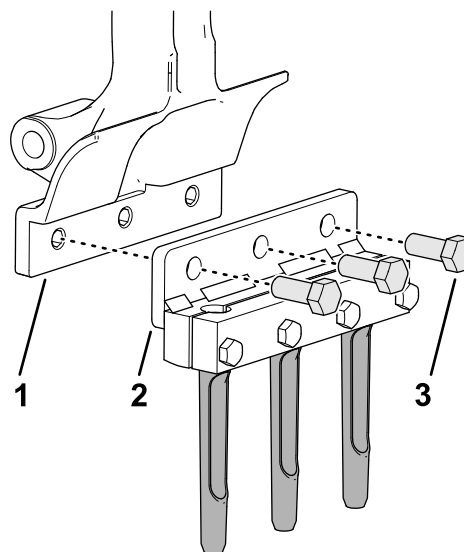
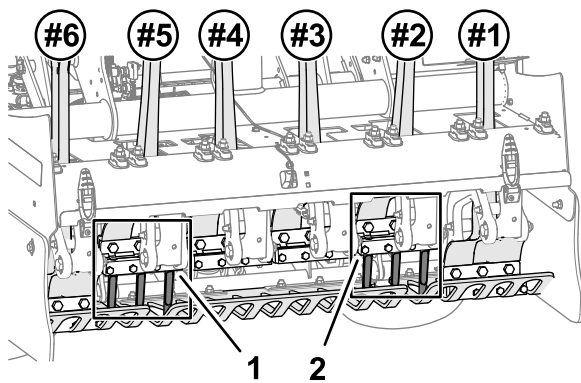

Figura 43
Figura 42
1. Asamblați, fără a strânge, suportul pentru dini i dinii la braul de dinte #2 (Figura 42 i Figura 43) cu 3 uruburi ($1/2 \times 1 \frac{1}{4}$ ").